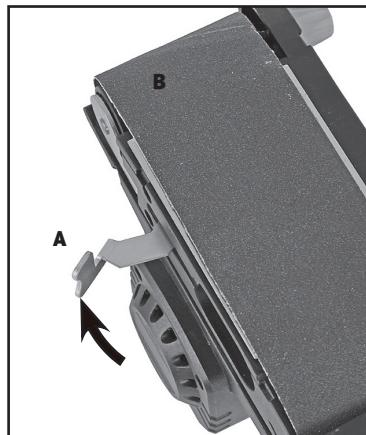

Рис. 2
- Ослабить устройство натяжения шлифовальной ленты путем перемещения рычага натяжения (A) наружу (см. Рис. 2). Устройство натяжения сейчас открыто и шлифовальную ленту (B) можно снять.
- Вернуть рычаг натяжения (A) в его исходное положение (Рис. 2).